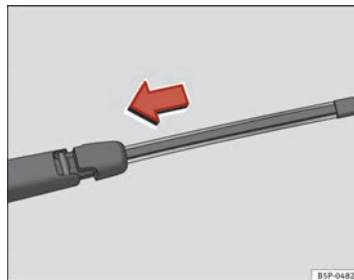

Abb. 134 Heckwischerblatt einsetzen
- Halten Sie das Wischerblatt wie in ⇒ Abb. 134 angezeigt fest und schieben Sie den Adapter so lange, bis er einrastet.